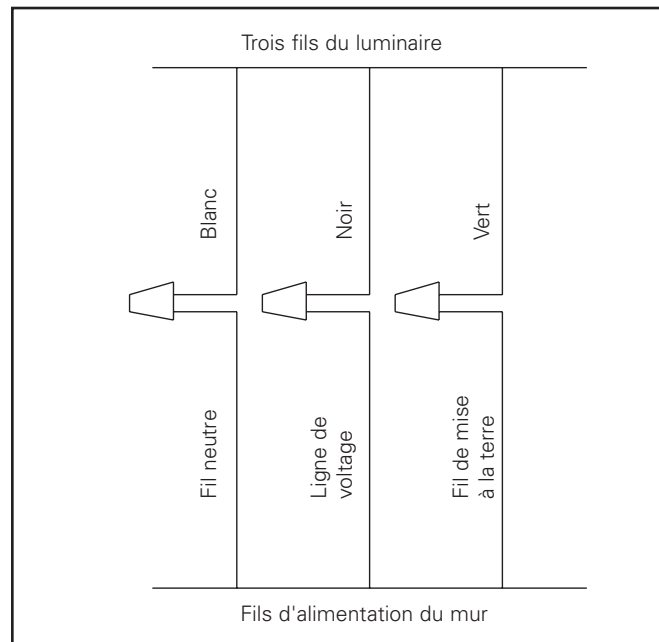

Figure 22.
- Connectez les fils d'alimentation aux fils appropriés du luminaire. (Figure 22.)